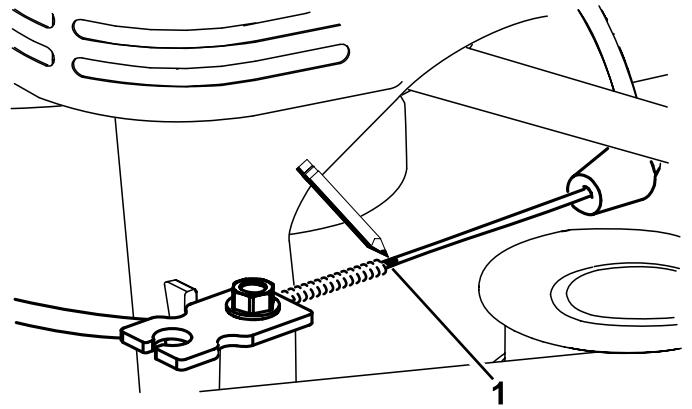
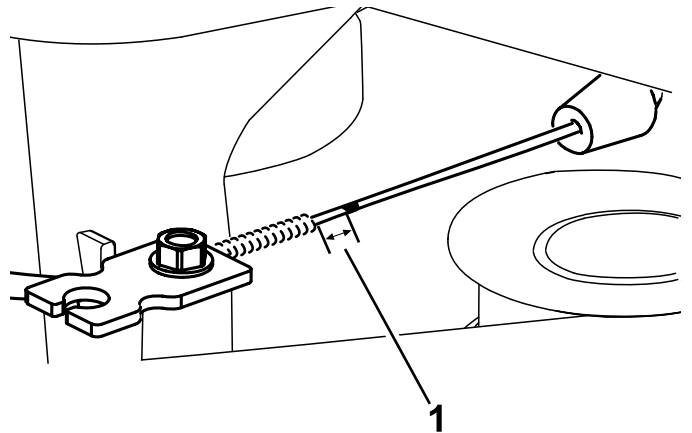

Figure 43
Figure 44
7. Faites une marque sur le câble de frein (Figure 43), puis réglez la gaine jusqu'à obtenir un mou d'environ 11 mm (7/16 po) (Figure 44).